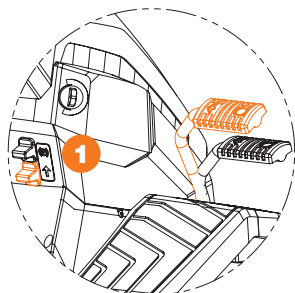

Рис. 13
- Полностью выжмите педаль тормоза и переведите стояночный тормоз в положение «P» **1** (Рис. 13).
- Переведите рукоятку регулировки скорости в нейтральное положение ① (Рис. 13).